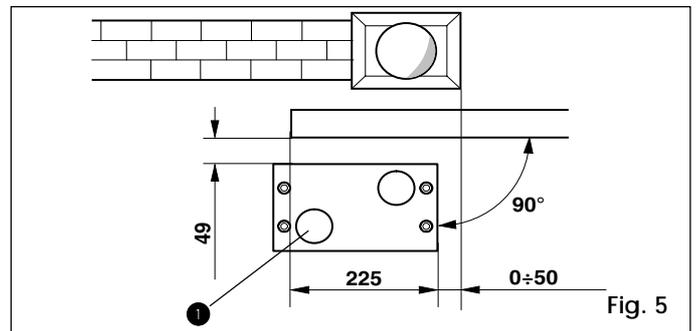
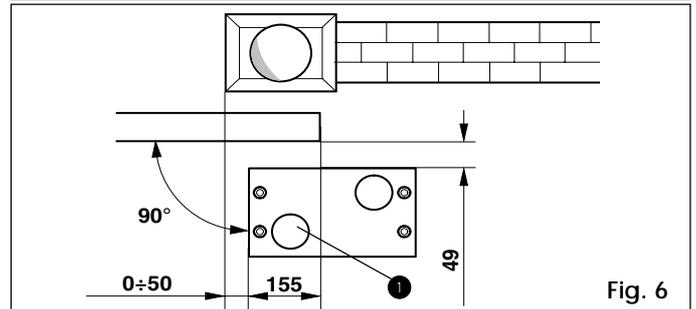

Fig. 5
Fig. 6
- 2) La placa de cimentación debe ubicarse exclusivamente de la manera indicada en las Fig. 5 (cierre a la derecha) o Fig. 6 (cierre a la izquierda) para garantizar que el piñón y la cremallera engranen correctamente.